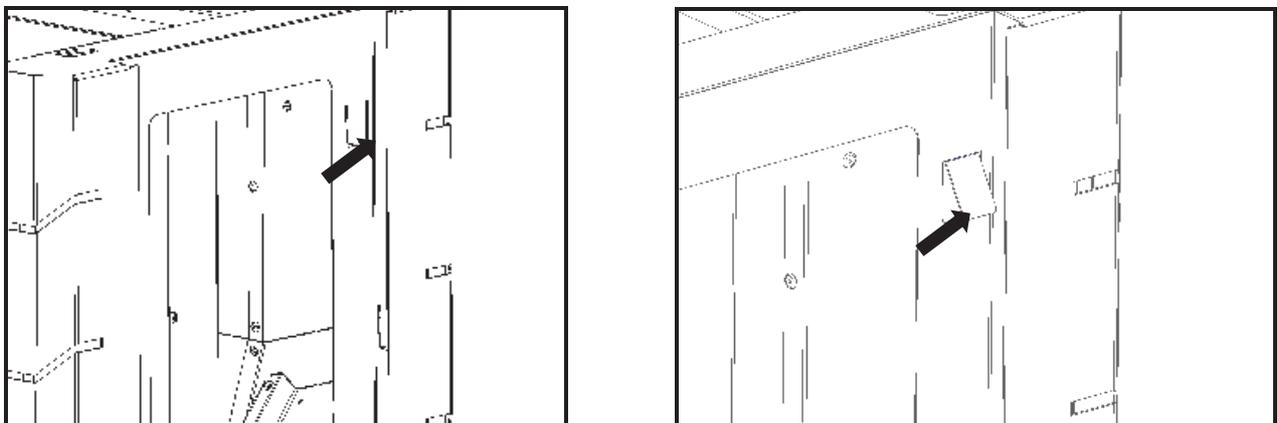

Figura 25 - Apoyos de la cerámica y vidrio
g) Para colocar las capas en vidrio o cerámica en el equipo kili, antes de realizar el procedimiento referido en el punto anterior, debe doblar unas patillas que se encuentran en la estructura lateral (Figura 25), para asegurar que las partes no pueden aflojarse en la estructura. (es necesario doblar 6 patillas).